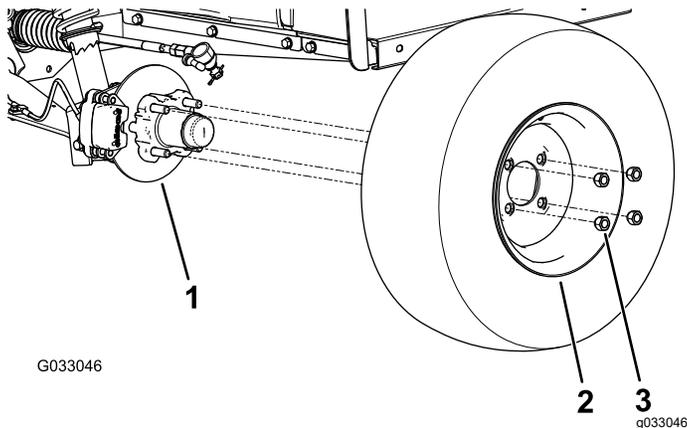

Bild 28
2. Nehmen Sie die vier Radmuttern ab, mit denen das Rad an der Radnabe befestigt ist (Bild 28).
4. Fluchten Sie die Löcher im Rad mit den Bolzen der Nabe aus und montieren das Rad so an der Nabe, dass das Reifenventil außen ist (**Bild 28**).
5. Befestigen Sie das Rad mit den Radmuttern an der Nabe (**Bild 28**).